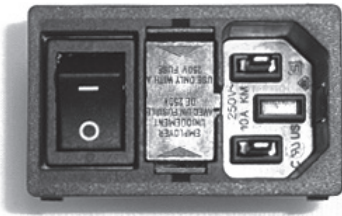

Fig. 1
- Desserrez la fermeture à cran du porte-fusible (8) entre l'interrupteur (7) et la fiche d'alimentation (6) avec un outil approprié (Fig. 1).